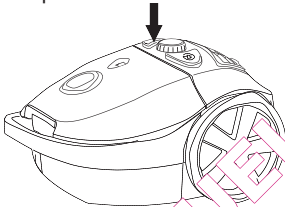

Figura 6 Interruttore di acceso/spento
- Inserire la spina nella presa e premere l'interruttore di acceso/spento. Per spegnere l'apparecchio, premere nuovamente l'interruttore di acceso/spento (vedere la figura 6).